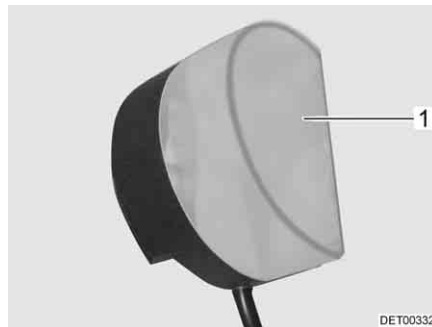

Fig. 289 Lámpara del armario ropero
- Comprimir ligeramente la cubierta de la luz (Fig. 289,1) y retirarla.